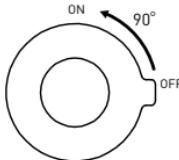

Fig. 3
- 3.1 Butonul de siguranta temperatura [10] rotit in pozitia catre dreapta [11] previne oparirea utilizatorilor si modificararea accidentală a temperaturii de catre copii. [Fig.3]. Dacă aveți nevoie de temperatura apei peste 38°C, mutați butonul de sigurantă spre exterior (stângă) și în timp ce-l țineți, rotiți în sus (în funcție de săgeata plus). Eliberați butonul pentru a reveni automat la setarea maximă de 38°C, atunci când acesta este rotit în direcția opusă.
- 3.3 Butonul de reglare debit/iesire [15] – rotiti în jos butonul pentru a creste fluxul de apa de la robinet [fig.3], conform indicatiilor de pe buton. Rotiti butonul în sus pentru a opri fluxul de apa.